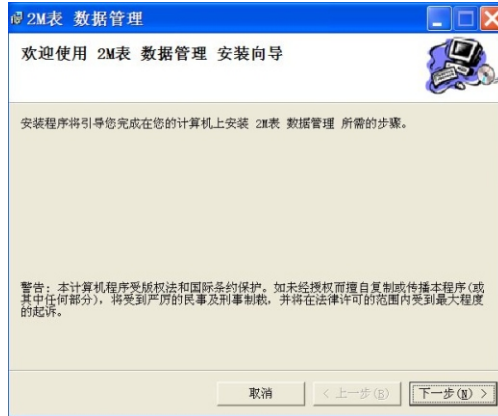
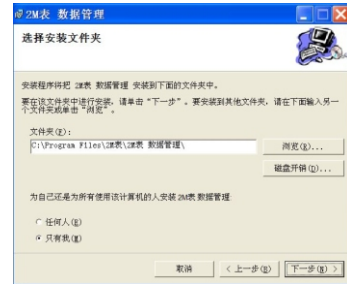

图1 上位机软件安装界面
图 2
在光盘根目录下寻找到名为setup.exe的文件，双击运行这个文件启动安装程序，屏幕显示安装初始界面，如图1：
2、在图1 中点击『下一步』进入安装目录选择界面，如图2:
3、在图2 中点击『下一步』进入下一个安装界面，如图3: